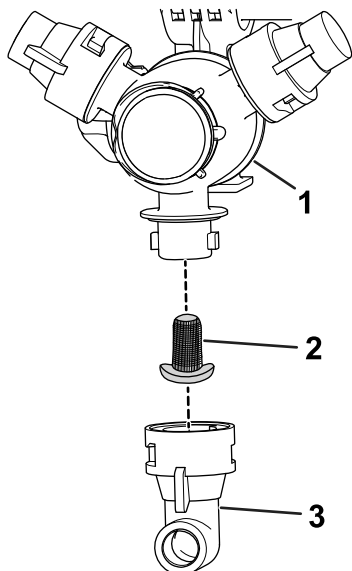

Figura 90
2. Retire la boquilla de la torreta de fumigación (Figura 90).
3. Retire el filtro de la boquilla (Figura 90).
5. Instale el filtro de la boquilla (Figura 90).
6. Instale la boquilla en la torreta de fumigación (Figura 90).